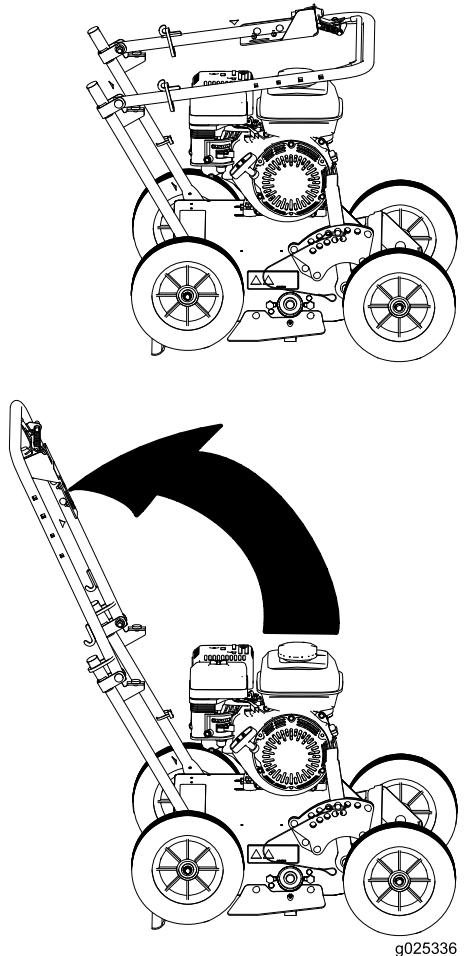

Figure 3
1. Relevez le guidon en position d'utilisation (Figure 3).
2. Descendez sur la partie inférieure du guidon les anneaux de blocage ovales situés de chaque côté de la partie supérieure pour verrouiller les deux parties ensemble (Figure 3).